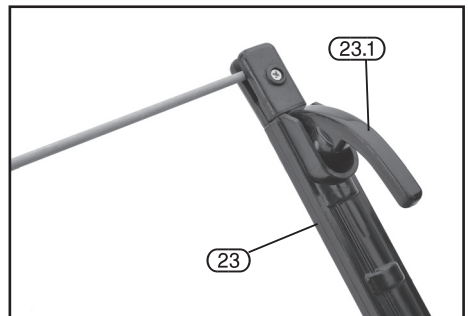

FIG.20
9.7 MMA/ARC MACHINE OPERATION - FIG. 20